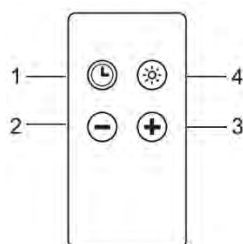

Рис. 7
- Вытяжкой WK-11 Juno II можно управлять с помощью пульта дистанционного управления (рис. 7).
Определение кнопок (рис. 7)